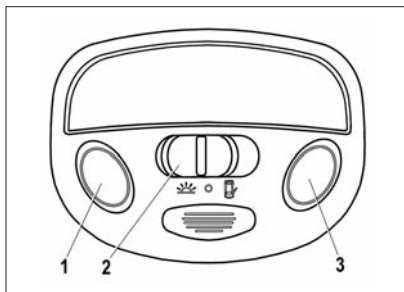

Рис. 186. Блок освещения салона
**В варианном исполнении** вместо плафона устанавливается блок освещения салона (рис. 186), который включает в себя секции индивидуального освещения мест водителя и переднего пассажира, и секцию общего освещения салона. Левая и правая секции индивидуального освещения включаются/выключаются нажатием на левую **1** или правую **3** кнопки соответственно.